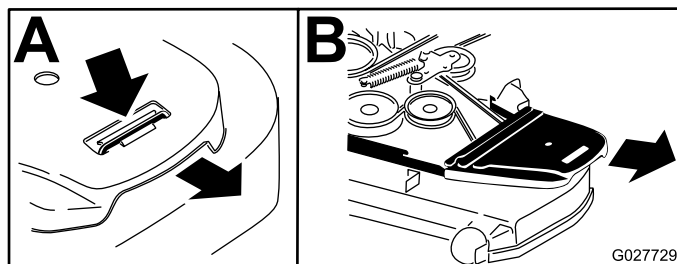

Figure 94
- Déposez le protège-courroie en plastique (Figure 94).
4. Déposez les protège-courroies (Figure 94).
12. Reposez le protège-courroie et le panneau de plancher; voir Figure 94 et Dépose ou pose du panneau de plancher \(page 45\).